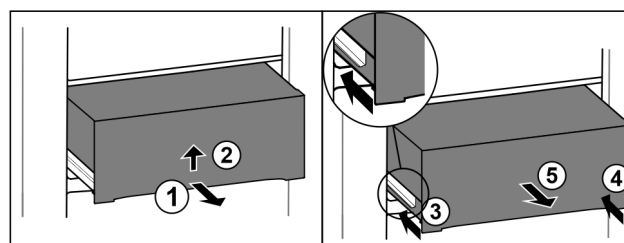

Fig. 57
- ▶ Tirer le tiroir jusqu'à mi-chemin Fig. 57 (1).
- ▶ Soulevez le tiroir par le bas Fig. 57 (2).
- ▶ Rentrer le rail de gauche Fig. 57 (3).
- ▶ Rentrer le rail de droite Fig. 57 (4).
- ▶ Retirer le tiroir par l'avant Fig. 57 (5).